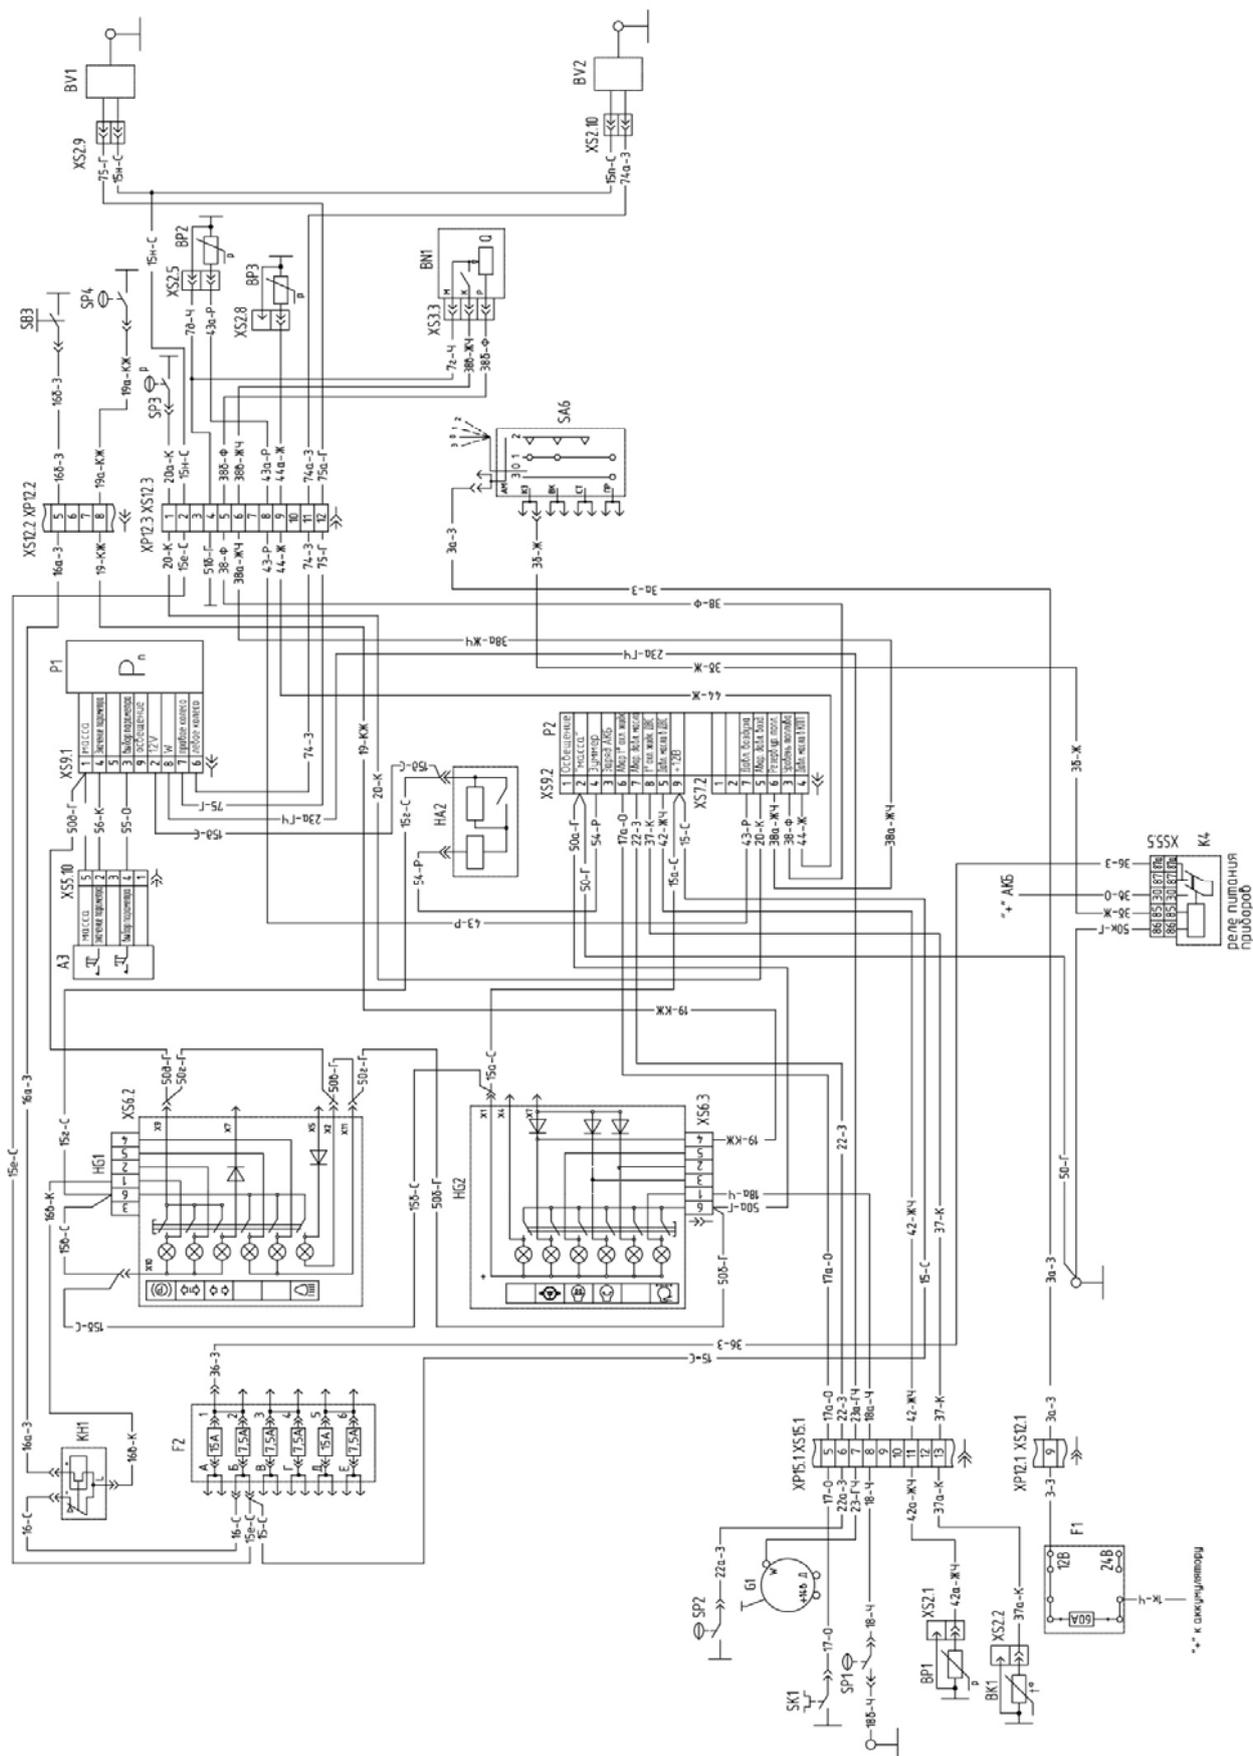

Рис. 12-11 Схема включения контрольно-измерительных приборов и тахоспидометра
12.11 Возможные неисправности системы контроля технического состояния, их устранение (рис. 12-11)
## 12.12 Возможные неисправности электрического тахоспидометра, их устранение (рис. 12-11)